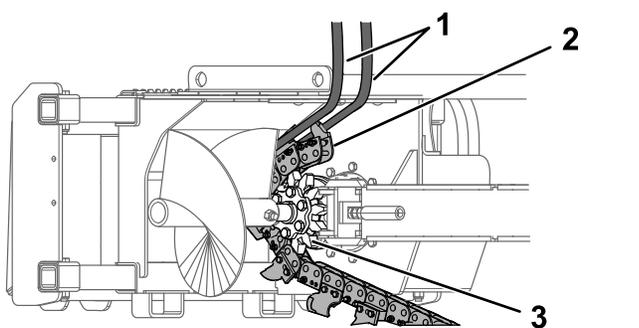

Рисунок 18
- Подсоедините концы подъемной стропы к подъемному оборудованию и поднимите конец цепи так, чтобы ведущие штифты вошли в зацепление с ведущей звездочкой (Рисунок 18).